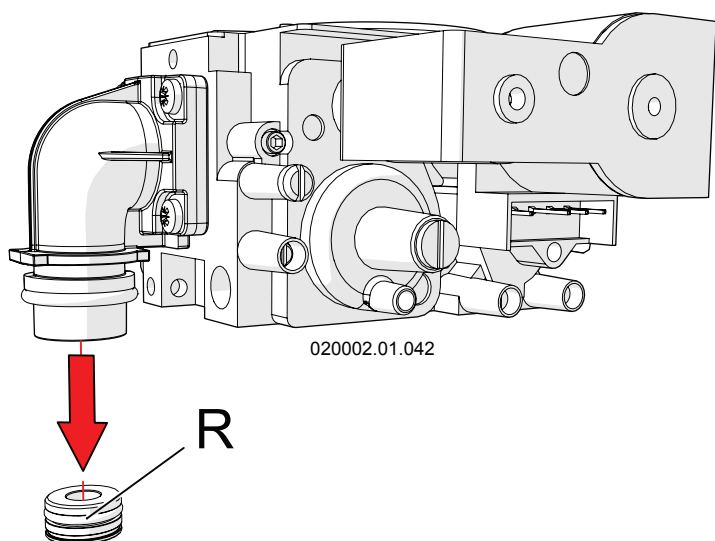

Figura 6-5 - Sostituzione ugello gas
- Sostituire l'ugello del gas "R" (vedi figura 6-5) con quello opportuno secondo quanto riportato in figura 6-8 alla voce "Diametro ugello gas";